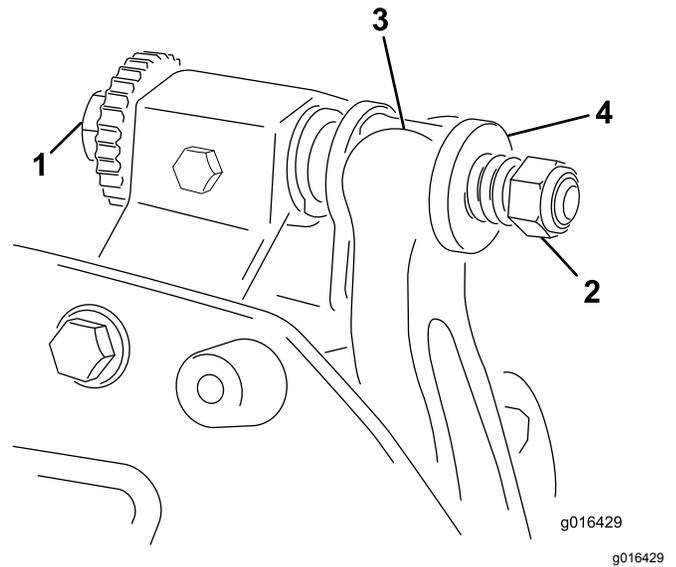

图20
1. 逆时针旋转底刀架调节螺丝将底刀后撤离开滚刀 **图20**。
2. 退出弹簧加压螺母直到垫圈不再对底刀架 **图20** 施压。
1. 安装底刀架将安装吊耳固定在垫圈与底刀架调节螺丝之间图20。